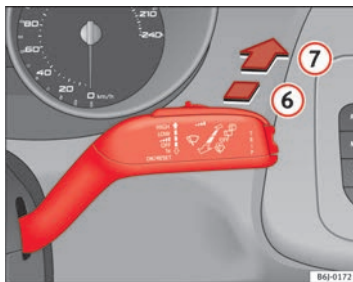

Fig. 66 Levier d'essuie-glace et de lave-glace : essuie-glace arrière
- Poussez le levier vers l'avant jusqu'au cran ⑥ ⇒ fig. 66. L'essuie-glace fonctionne environ toutes les 6 secondes. ►
⇒ fig. 66. L'essuie-glace et le lave-glace fonctionnent simultanément. Tant que vous maintenez le levier dans cette position, le lave-glace continuera à fonctionner.